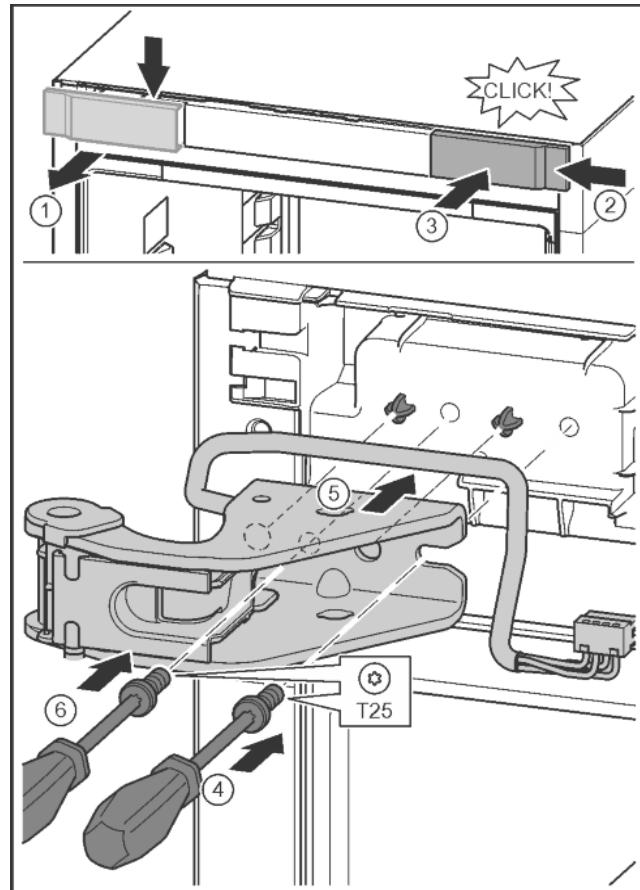

Fig. 33
- ▶ Отпустить крышку и снять сбону. Fig. 33 (1)
- ▶ Навесить крышку, повернув ее на 180°, справа с другой стороны. Fig. 33 (2)
- Крышку зафиксировать. Fig. 33 (3)
- Установить винт отверткой T25. Fig. 33 (4)
- Установить верхний опорный кронштейн. Fig. 33 (5)
- Затянуть винт. Fig. 33 (4)
- Вставить и затянуть винт отверткой T25. Fig. 33 (6)